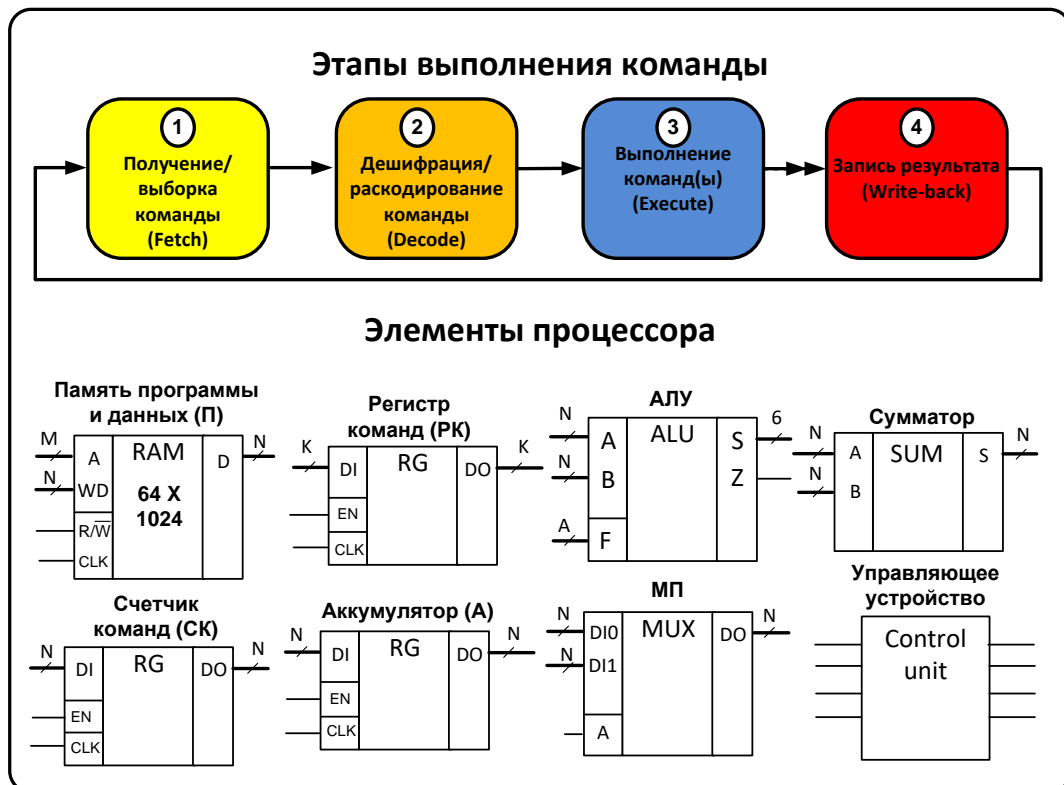

Рисунок. 1
1. Используя элементы процессора (рис.1), построить схему вычислительного узла, выполняющую команду согласно варианта.